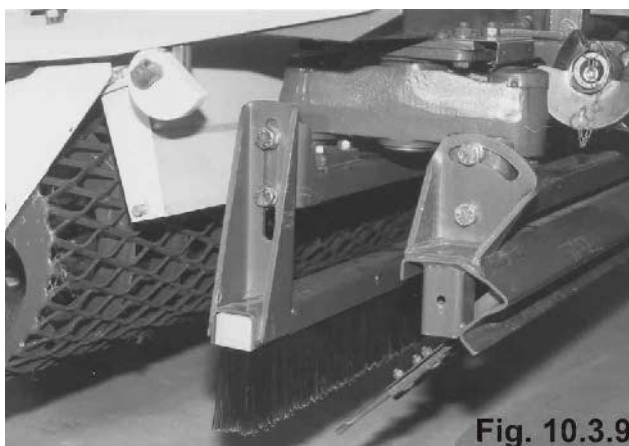

Fig. 10.3.9
- выверните болты крепления на обеих сторонах балки со щётками (рис. 10.3.9),